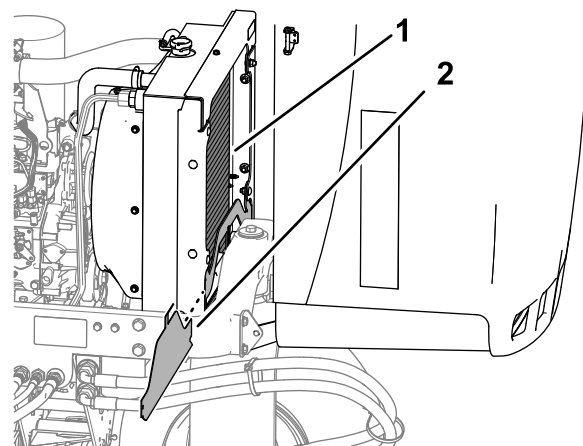

Bild 81
4. Entfernen Sie das untere Kühler-Schutzblech (Bild 81).
5. Reinigen Sie beide Seiten des Kühlers gründlich mit Wasser oder Druckluft (Bild 81).